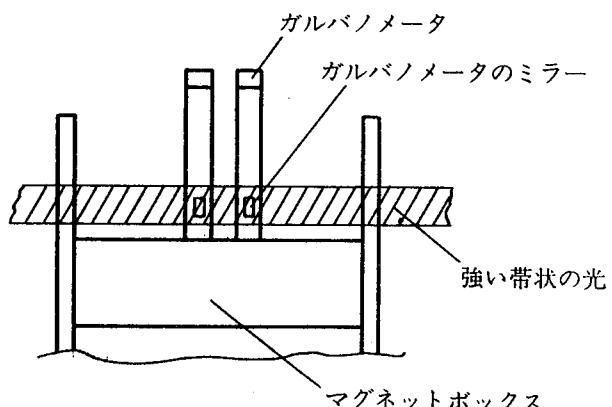

図8-2
- (8) 取付けたら上部の口金を指で十分下に押して下さい。
- (9) ランプカバーをつけます。
- (10) 電源コードを接続し電源スイッチをONにします。
- (11) 3~4分経過し水銀灯が安定に輝くようになりましたらガルバノメータのミラー部分に強い帯状の光が当る様に上下調整ネジ⑨により調整します。(図8-2)